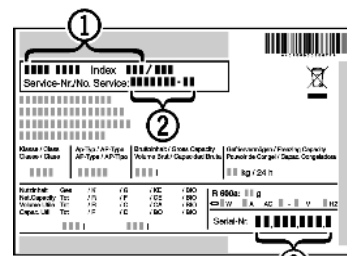

Fig. 14
- ▶ Odczytać z tabliczki znamionowej oznaczenie urządzenia *Fig. 14 (1)*, nr serwisowy *Fig. 14 (2)* oraz numer seryjny *Fig. 14 (3)*. Tabliczka znamionowa znajduje się po lewej stronie wewnątrz urządzenia.
- ▶ Poinformować serwis i podać opis zakłócenia, oznaczenie urządzenia *Fig. 14 (1)*, nr serwisowy *Fig. 14 (2)* oraz numer seryjny *Fig. 14 (3)*.